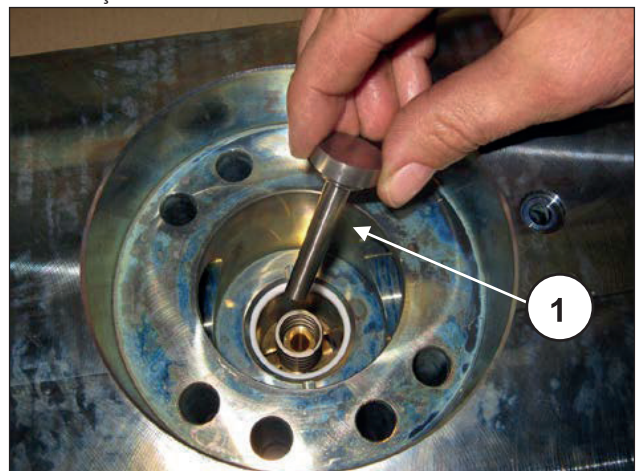
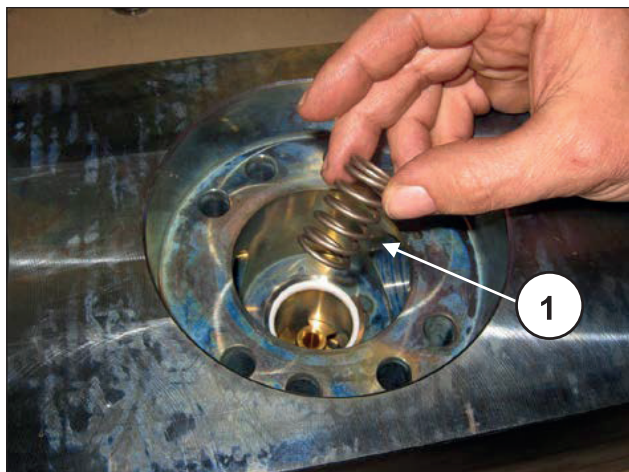
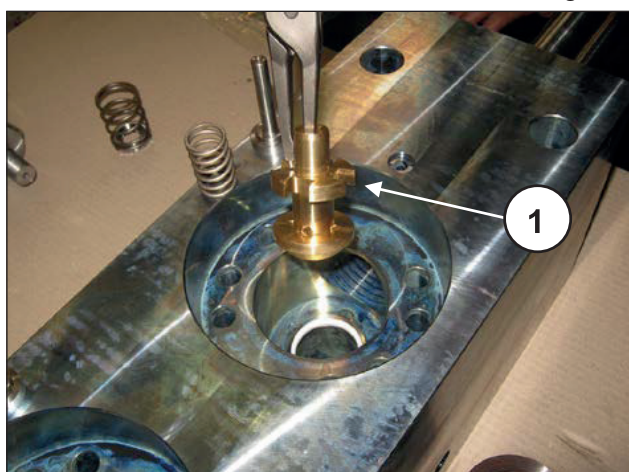

Fig. 181
Fig. 182
Fig. 183
Extraia pratos de fluxo (pos. ①, Fig. 181) com as respectivas molas (pos. ①, Fig. 182) e as respectivas guias (pos. ①, Fig. 183); verifique seu estado de desgaste e, se necessário, realize eventuais trocas. Estas serão ainda realizadas dentro dos intervalos indicados no capítulo 11 do manual de uso e manutenção.